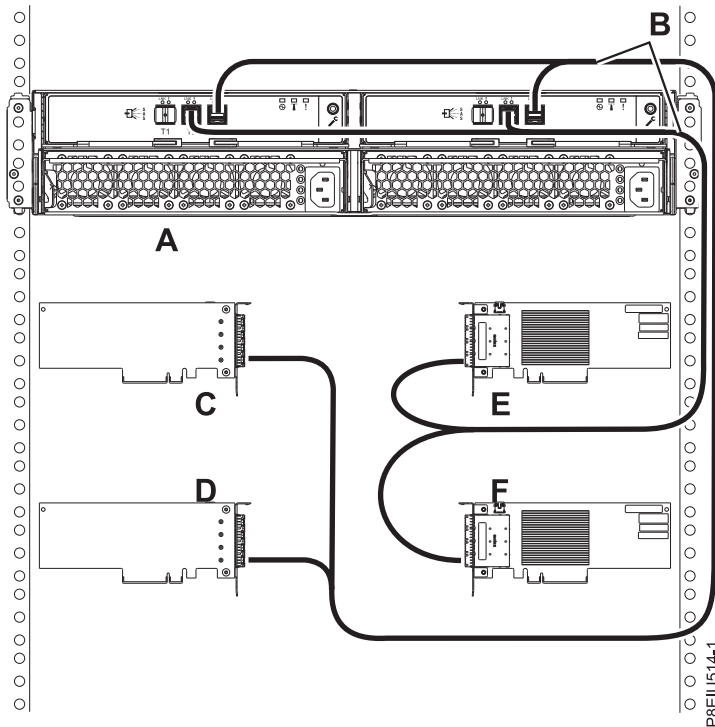

Abbildung 20. Modus 4-Anschluss einer Speichereinheit vom Typ ESLL oder ESLS mit X12-Kabeln an vier unabhängige SAS-Adapter (FC EJ0J oder FC EJ0M)
20. Schließen Sie ein Gehäuse im Modus 4 (A) mit X12-Kabeln (B) an vier unabhängige SAS-Adapter (FC EJ0J oder FC EJ0M) an (siehe Abb. 20 auf Seite 23) und fahren Sie anschließend mit „Kabel und Netzkabel anschließen und Abdeckungen installieren“ auf Seite 24 fort.